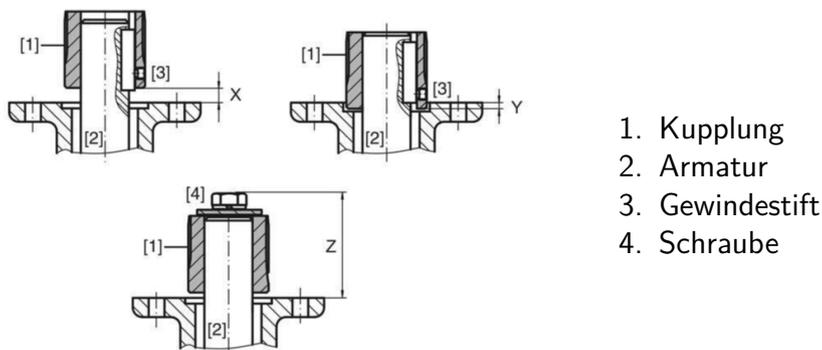

Abbildung 4.6: Schnittdarstellung verschiedener Kupplungen
Die Montage des Schwenkantriebs auf die Armatur erfolgt über eine Steckbuchse (siehe Abbildung 4.6). Dabei sind die Einbaumaße gemäß Tabelle 4.2 beachten.
4. Kupplung [1] auf Armaturenwelle [2] aufsetzen und gegen axiales Verrutschen mit [3] Gewindestift, Sicherungsring oder Schraube sichern. Dabei Maße X, Y bzw. Z einhalten (siehe Bild 4.6 und Tabelle 4.2).